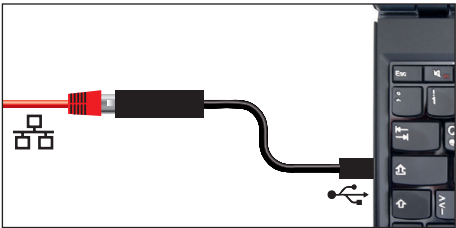

Fig. 8 Convertidor Ethernet-USB
- ▶ Convertidor Ethernet–USB (Fig. 8). Esta pieza permite conectar la conexión Ethernet del equipo (véase la página 13) con la conexión USB de un PC/ordenador portátil.